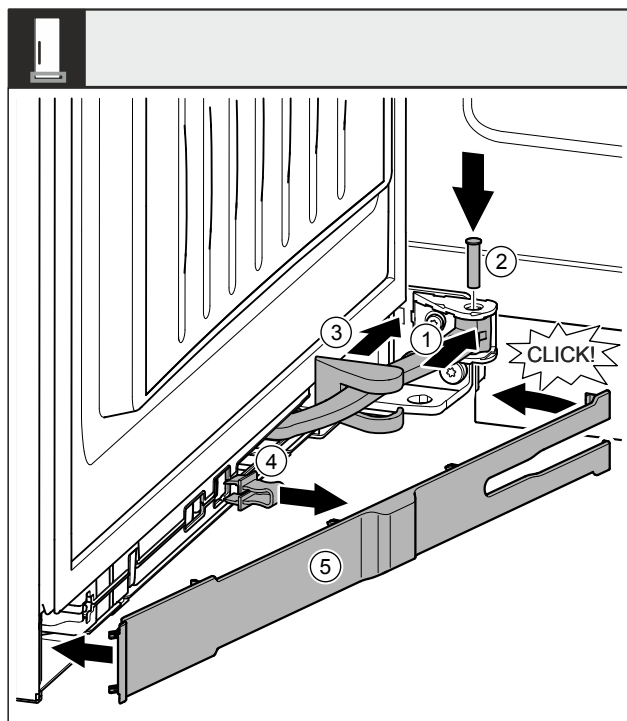

Fig. 54
- ▶ Gelenk Fig. 54 (1) in Aufhängung drehen.
- ▶ Bolzen Fig. 54 (2) mit einem Schraubendreher in Aufhängung und Gelenk einsetzen. Dabei darauf achten, dass der Rastnocken korrekt in der Nut sitzt.
- ▶ Lagerbockabdeckung Fig. 54 (3) entlang des Gelenks schieben und über der Aufhängung montieren.
- ▶ Sicherung Fig. 54 (4) abnehmen.
- ▶ Blende Fig. 54 (5) griffseitig ansetzen und einschwenken.